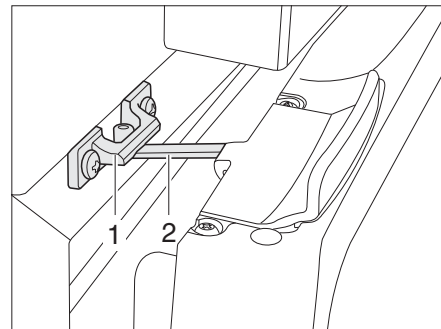

Fig. 143 Puerta del frigorífico en posición de ventilación (Thetford)
■ Abrir el bloqueo (Fig. 143,2) y engatillarlo en el alojamiento del bloqueo (Fig. 143,1). De este modo, la puerta del frigorífico quedará ligeramente abierta.